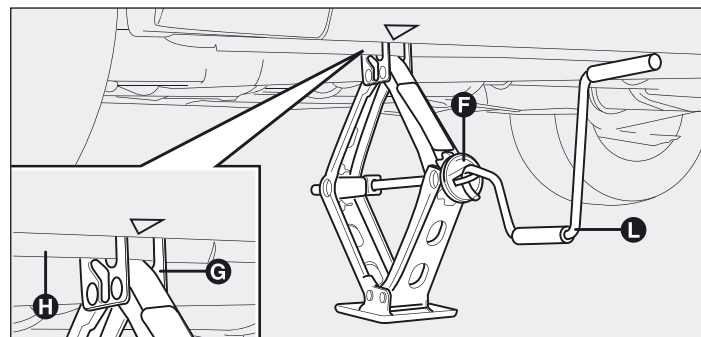

fig. 153
- ☐ draai het mechanisme F-fig. 153 zodat de krik omhoogkomt, totdat het bovenste deel van de krik G-fig. 153 goed in de borging H-fig. 153 valt;
- ☐ plaats de slinger L-fig. 153 in de krik en krik de auto omhoog, totdat het wiel enige centimeters los van de grond is;
- ☐ draai de slinger L-fig. 153 van de krik zodat de auto zakt, en verwijder de krik;